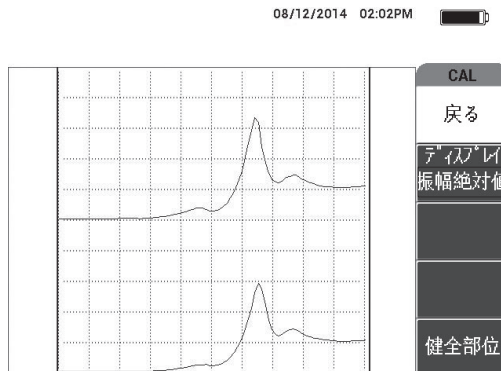

図 6-64 欠陥のないゾーンの信号
5. 欠陥のないセクションの上にプローブを配置して、**GOOD PART** (E キー) を押します (180 ページの図 6-64 参照)。